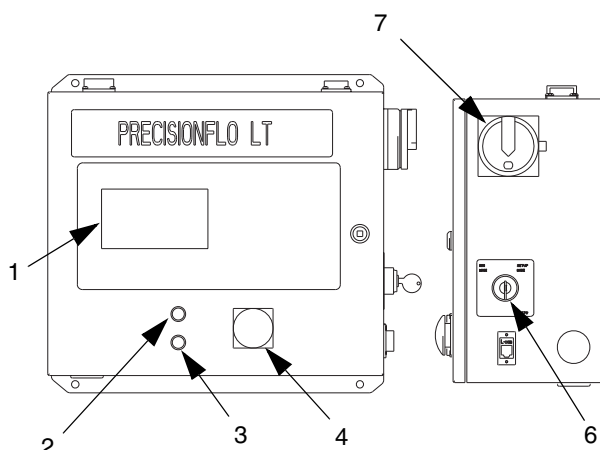

FIG. 16
2. Pulse el botón de parada de emergencia (4). Vea FIG. 16.
4. Encienda el interruptor principal de potencia (7) para suministrar energía al módulo PrecisionFlo LT.
6. Desbloquee el botón de parada de emergencia (4). Vea FIG. 16.